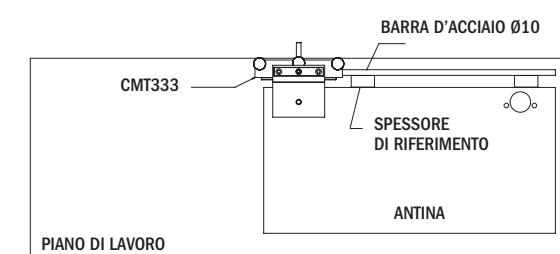

Fig. 4
Posizionare il sistema di foratura su un piano di lavoro idoneo al tipo di lavorazione. Procuratevi una barra in acciaio da Ø10mm con lunghezza adatta alla lavorazione da eseguire e inserirla nel foro laterale (2), regolate la battuta di riferimento e bloccare il tutto con i due volantini (3), fissate sul piano uno o più spessori di riferimento in base alla lunghezza dell'antina da forare (**Fig. 4**).
Regolare le distanze di foratura (**Fig. 3**): dal bordo del pannello alla cerniera (D) tramite piastra e volantino centrale (4) e la profondità di foratura (H) con la barra filettata e dado di fissaggio (5), infine posizionare l'antina da forare (**Fig. 4**). Successivamente vanno montate sui 3 mandrini le punte adatte alla testina scelta: sul mandrino centrale (6) va inserita e fissata la punta per cerniere destra da Ø35mm, mentre sui 2 laterali (7) vanno montate le punte per fori ciechi sinistre da Ø8mm o Ø10mm (in base al tipo di cerniera) da fissare con i 2 grani, (**Fig. 2**).